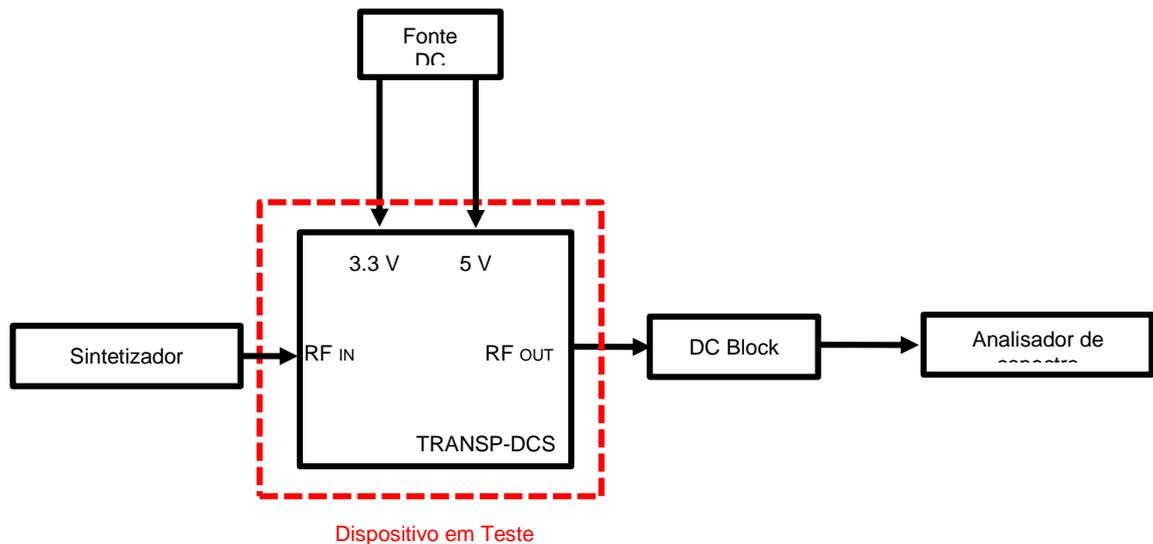

Figura 3.7.1 – diagrama de execução do teste de banda de saída.
- 1) Realizar as conexões descritas na Figura 3.7.1.